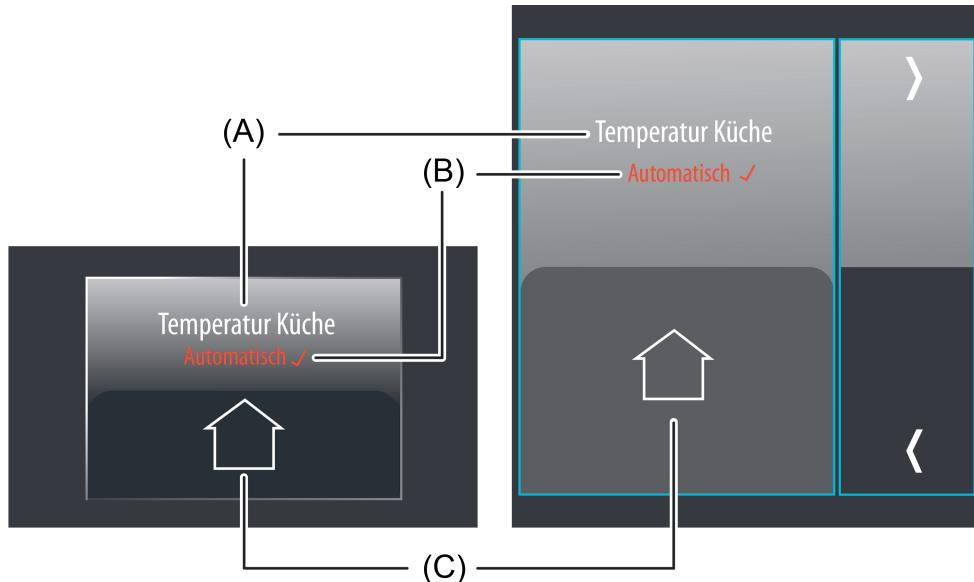

Bild 39: Beispiel für Bedien- und Anzeigeelement der Funktion "Betriebsmodumschaltung KNX"
Der Anzeigebereich enthält verschiedene Darstellungselemente (Bild 39), die durch Parameter beeinflusst werden. Jeder KNX Funktion kann in der Konfigurationssoftware eine Bezeichnung vergeben werden (A). Diese Text-Bezeichnung wird im Anzeigeelement zentriert zur Anzeige gebracht, wodurch steuerbare KNX Funktionen für den Anwender kenntlich gemacht werden (z. B. "Raumtemperatur Küche"). Zusätzlich kann unterhalb der Bezeichnung ein Statustext (B) eingeblendet werden, der entweder abhängig vom Objektwert der Status-Rückmeldung eines Raumtemperaturreglers oder alternativ direkt abhängig von der Betriebsmodusvorgabe des Bedienelementes den jeweils gewählten Betriebsmodus im Klartext anzeigt. Der angezeigte Text kann separat für jeden Betriebsmodus in der Konfigurationssoftware parametrieren werden (z. B. "Komfort"). Solange nach einem Gerätereset noch kein Status-Objektwert empfangen oder noch kein Betriebsmodus vorgegeben wurde, zeigt der Statustext "---" an.
Das Anzeigeelement zeigt unmittelbar hinter dem Statustext ein ✓, wenn der Regler den durch die Sensorflächen ausgewählten und vorgegebenen Betriebsmodus gültig übernommen hat. Auf diese Weise kann der Anwender identifizieren, ob der von ihm gewünschte Betriebsmodus tatsächlich auch eingestellt wurde. Erscheint ✓ auch ca. 2 Sekunden nach der letzten Bedienung nicht, hat der Regler die Vorgabe nicht direkt übernommen. Er arbeitet dann in der Regel in einem Betriebsmodus mit höherer Priorität (z. B. Fensterstatus oder KNX Zwang). Damit die Anzeige einer gültigen Übernahme des zuletzt vorgegebenen Reglerbetriebsmodus möglich ist, muss der Regler seinen Status an das Anzeigeelement zurück senden. Dies erfolgt über die Objekte "Rückmeldung Status" und "Rückmeldung Zwang" (Bild 39). Wird die Statusrückmeldung des Reglers nicht verwendet (Parameter "Rückmeldeobjekt verwenden" ist abgewählt), geht das Anzeigeelement nach jeder Vorgabe durch den Anwender automatisch